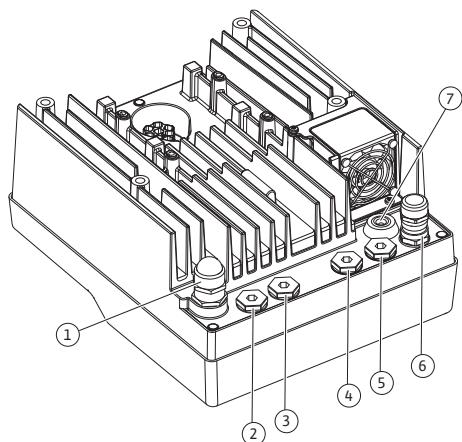

Fig. 19: Kabelové šroubení/kabelové průchodky
4. Přívodní kabel musí být veden kabelovými průchodkami M25 (Fig. 19, poz. 1). Kabelovou průchodku dotáhněte předepsaným utahovacím momentem.